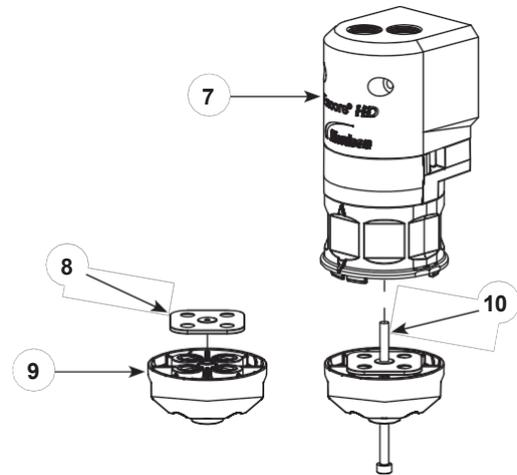

Figura 24 Montar Junta y bloque Y inferior
3. Véase la figura 24. Monte la junta (8) sobre bloque en Y inferior (9), luego enrosque el tornillo largo (10) a través del bloque en Y inferior y en el alojamiento de la válvula de presión, el bloque en Y superior y el colector de purga. Apriete el tornillo a 25-30 pulg.-lb (2,8- 3,4 N•m).
- Véase la figura 24. Una vez montada la bomba, apriete completamente el tornillo largo (10) para que todos los componentes encajen por completo.